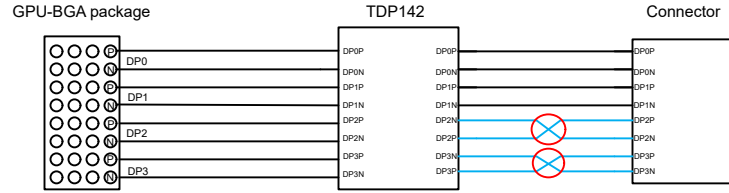
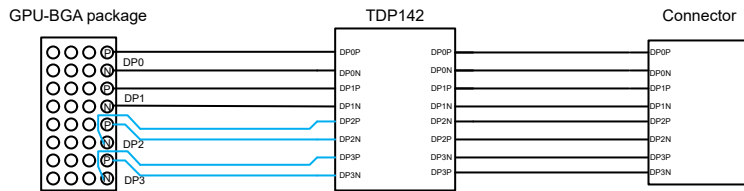

图 8-7. 布局示例：输出上的信号交叉处理
图 8-8. 布局示例：INDP2 和 INDP3 极性交换
10. 请参阅图 8-7，由于器件输出引脚和连接器之间的顺序不匹配，布局可能会在 OUTDP2 和 OUTDP3 上出现信号交叉。一种解决方案是当 GPU 是 BGA 封装时，在器件的输入端进行极性交换，以减少所使用的 VIAS 数量。
下图展示了器件输出与 DisplayPort 连接器之间在使用 BGA 封装的源端上的接线不匹配问题的解决方案。图 8-7 展示了 TDP142-Q1 和连接器之间的交叉部分。通常会应用过孔来避免交叉，但使用过孔会影响信号完整性。因此，TDP142-Q1 的输入端可以实现极性互换。图 8-8 显示，通过极性互换，TDP142-Q1 与连接器之间不再有交叉部分，从而最大程度减少过孔的使用。请注意，该解决方案仅对采用 BGA 封装的源端有用。